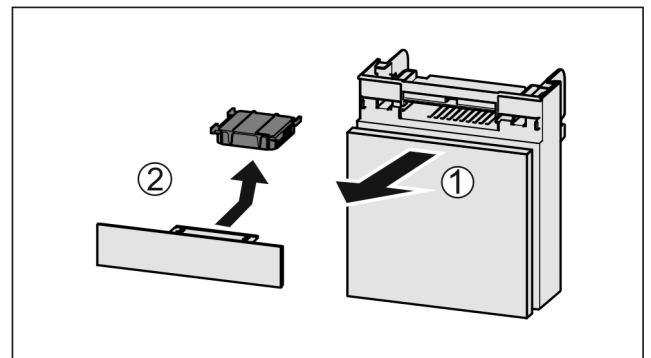

Fig. 43
- Estrarre il vano tirando in avanti Fig. 43 (1).
- Rimuovere il filtro a carboni attivi Fig. 43 (2).